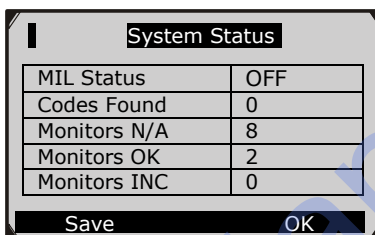
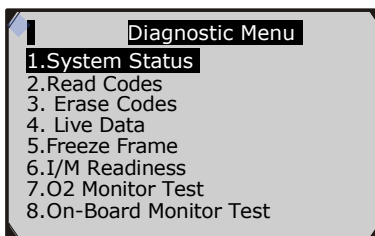

Рисунок 6.1
Рисунок 6.3
- 7) Изучите краткую информацию о состоянии системы (состояние ЛН, счетчик ДКО, состояние устройств контроля) на экране. (рисунок 6.1) Нажмите **ОК** для открытия экрана **Diagnostic Menu** (Меню диагностики) (рисунок 6.3).
- 1) Используйте кнопки прокрутки **ВВЕРХ/ВНИЗ** для выбора пункта **Read Codes** на экране **Diagnostic Menu** (Меню диагностики) и нажмите **ОК**. (Рисунок 6.3)
- 1) Используйте кнопки прокрутки **ВВЕРХ/ВНИЗ** для выбора пункта **Erase Codes** (Стереть коды) на экране **Diagnostic Menu** и нажмите **ОК**. (Рисунок 6.3)
- 1) Для просмотра реальных данных используйте кнопки прокрутки **ВВЕРХ/ВНИЗ** для выбора пункта **Live Data** на экране **Diagnostic Menu** и нажмите **ОК**. (Рисунок 6.3)